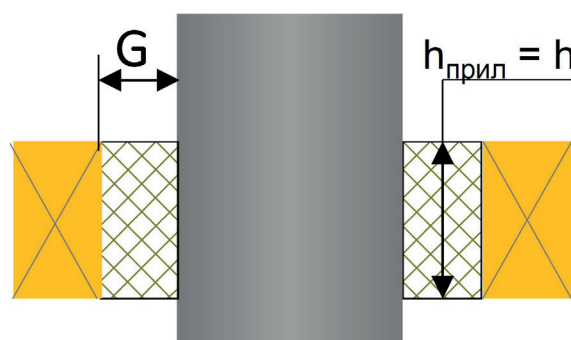

Рис. 4.3
* Примечания: I – выполнять с учетом рис. 4.3–4.5, 7.1–7.3